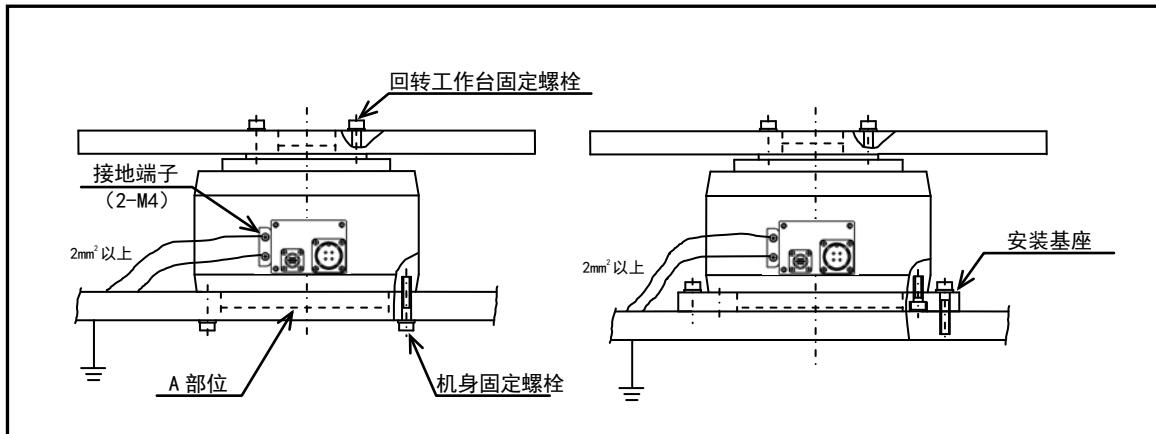

图 2.1 作动器的装配
- ◆ 在图 2.1 中所示的 A 部位，组装有实施位置检测的精密部件。